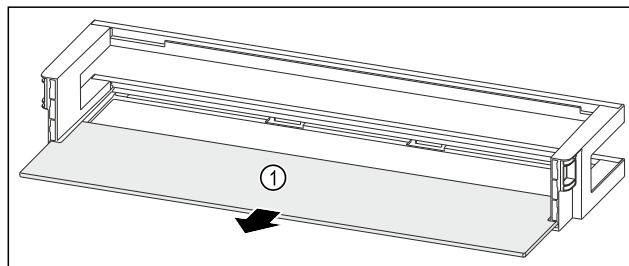

Fig. 241 Rafti i derës me raft mbajtës
- Hiqni raftin mbajtës Fig. 241 (1).